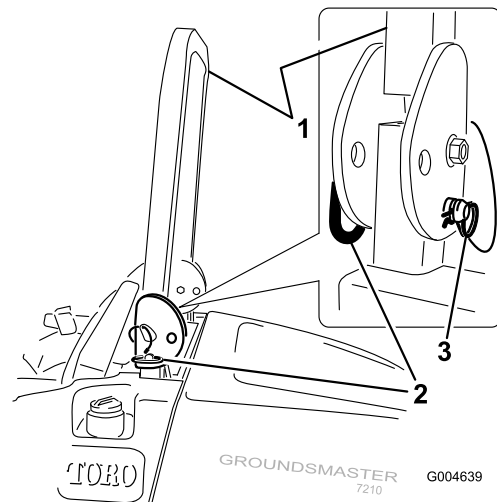

Bild 11
1. Nehmen Sie zum Absenken des Überrollbügels die Splints ab, drücken Sie den Überrollbügel nach vorne gegen die Federn und nehmen Sie die beiden Stifte ab (Bild 11).
3. Setzen Sie die zwei Stifte ein und befestigen Sie diese mit den zwei Splints (Bild 11).
4. Nehmen Sie zum Aufrichten des Überrollbügels die Splints ab und entfernen Sie die beiden Stifte (Bild 11).
5. Richten Sie den Überrollbügel ganz auf und setzen Sie die beiden Stifte ein. Befestigen Sie die Stifte mit den Splints (Bild 11).